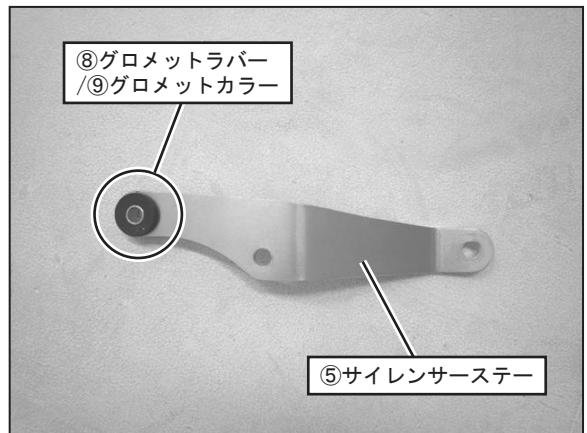

FIG. 5
6. ⑤サイレンサーステーに⑧グロメットラバー、⑨グロメットカラーを取り付けて下さい。（FIG. 5 参照）